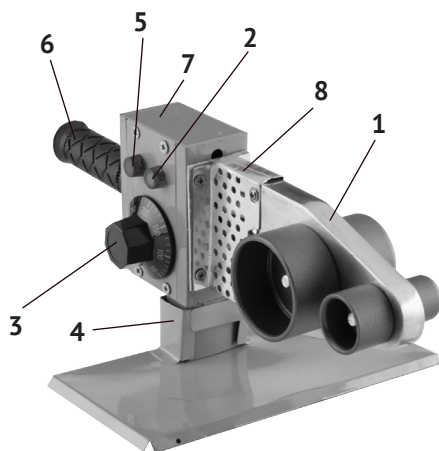

рис. 1
4.1 Общий вид сварочного аппарата представлен на рис. 1
4.2 Включение ТЭНа (при подключённом к сети аппарате) и установка температуры осуществляется ручкой термостата (рис.1 поз.3). Термостат поддерживает (в интервале от 50 до 300 °С) выставленную температуру в автоматическом режиме. Индикатор (рис.1 поз.2) загорается при подключении аппарата к сети питания. Индикатор (рис.1 поз.5) при включении термостата и установки выбранной температуры сварки. Радиатор (рис.1 поз.8) отводит тепло от нагретого ТЭНа, понижая температуру корпуса (рис.1 поз.7).
6.1 Из кейса извлеките подставку (рис.1 поз.4). Установите её на ровной и надёжной поверхности рабочего стола (верстака).
6.3 С обеих сторон нагревательного элемента (рис.1 поз.1) установите и через отверстия закрепите парные насадки, необходимые для предстоящей работы. Насадки должны быть чистыми.
7.1 Включите сварочный аппарат в сеть. Включите ручкой (рис.1 поз.3) термостат и установите необходимую (для конкретного материала) температуру сварки.
7.2. Для достижения рабочей температуры нагревательного элемента (рис.1 поз.1) и установленных насадок потребуется некоторое время. 7.3 Сначала установите фитинг, а затем, с минимальным разрывом по времени, установите конец трубы в соответствующие насадки. Плавно, без вращения, проталкивайте фитинг и трубу в насадку на глубину сварки, (см.табл.1).
Корректировку температуры производите регулятором температуры нагрева ручкой термостата (рис.1 поз.3).